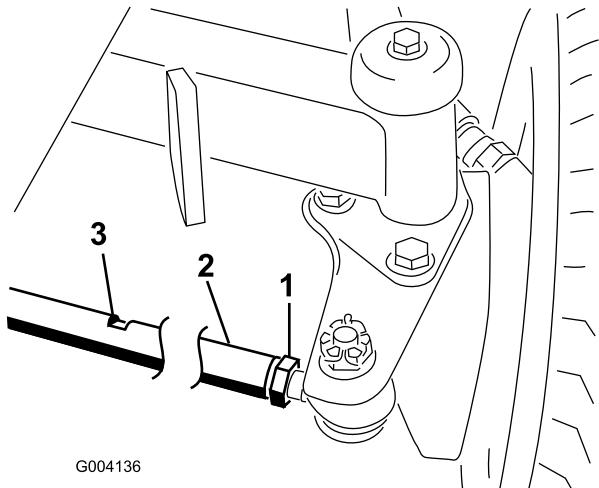

図 60
- 各タイロッド図 60 の端についているジャムナットをゆるめる。